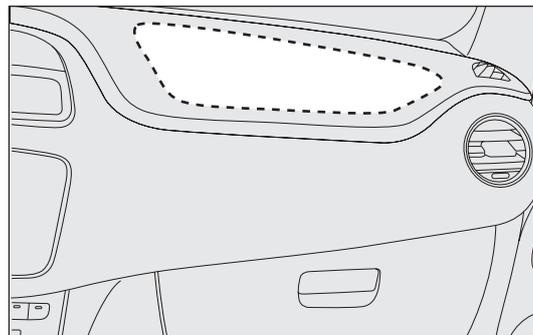

fig. 137
**AIRBAG FRONTALE LATO PASSEGGERO****fig. 137**